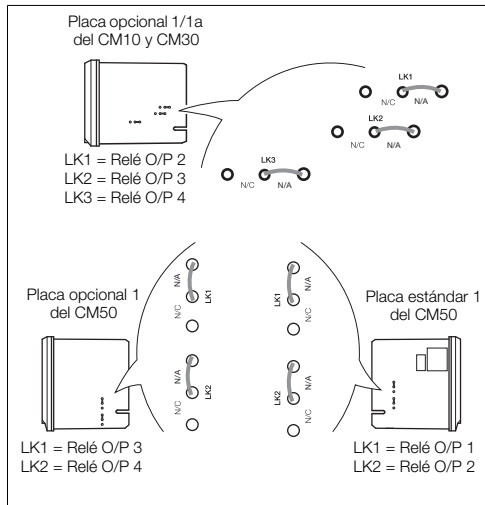

Fig. 4.6 Enlaces de puente para salidas de relé
1. Los enlaces asociados con las salidas de relé se muestran en la Fig. 4.6.